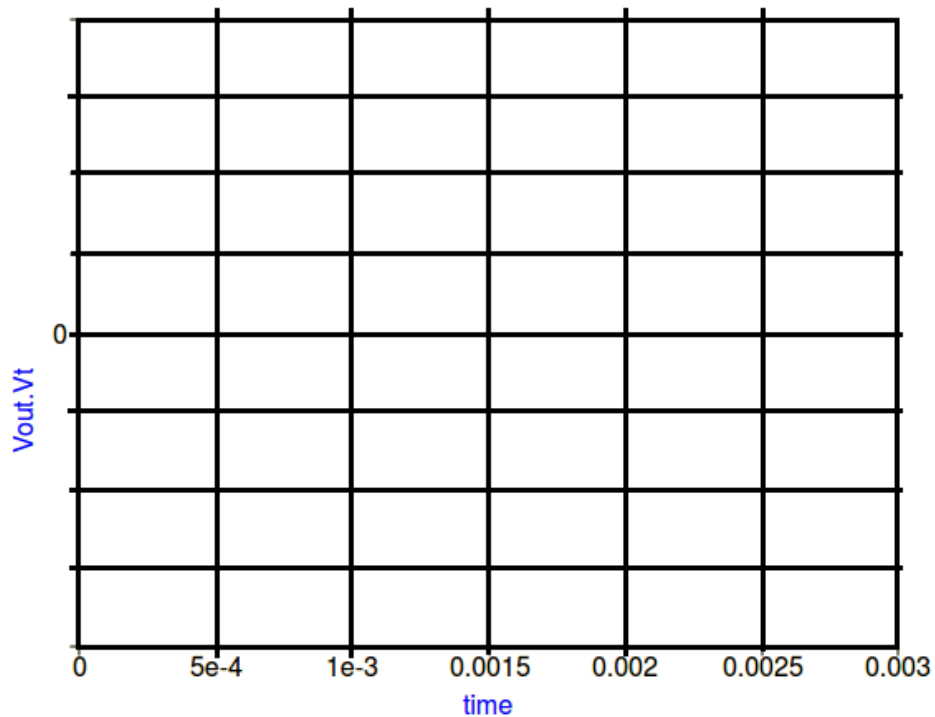

Figura 13. Oscilograma obtenido en la simulación del amplificador sumador.
14. Simule el circuito y dibuje en el oscilograma de la Figura 13 la señal de salida obtenida. ¿Se obtuvo la señal esperada? Si ___ No ___. Explique: _____.